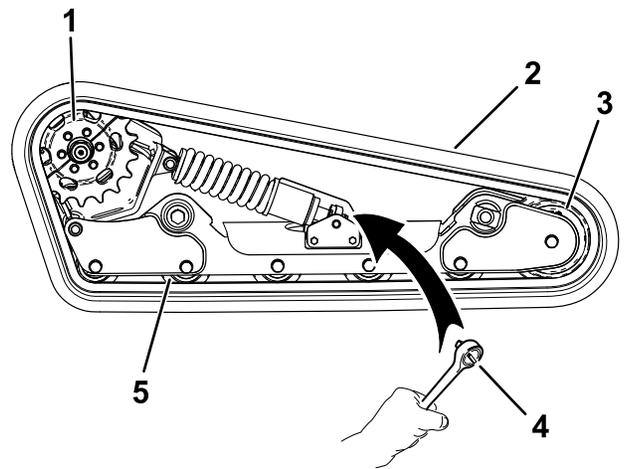

図 61
8. 1/2" のドライブレレンチを使用して、テンショニングねじを左にまわしてドライブテンションを解放する 図 57と 図 61。
9. クローラと噛み合っていないスプロケットハーフを固定しているボルト 3 本を外す 図 61。
14. 前輪に新しいクローラを回し掛ける 図 61。
15. ロードホイールの下および間にクローラを押し込むようにして、フレームに取り付ける 図 61。